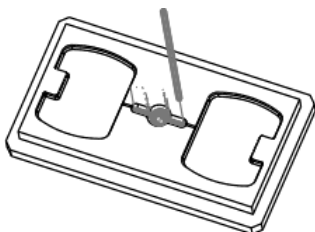

图 10.4.68 刀具路径
Step3. 单击“播放路径”对话框中的  按钮, 可以观察刀具的路径, 如图 10.4.68 所示。演示完成后, 单击“播放路径”对话框中的 **关闭** 按钮。